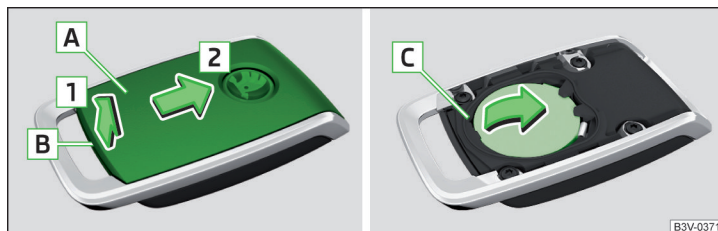

Fig. 322 Abrir la tapa / Extraer la pila
- Con un destornillador plano y delgado aflojar la tapa (A) en el área (B) » fig. 322.
- Abrir la tapa en el sentido de la flecha (1) y retirarla en el sentido de la flecha (2).
- Aflojar la pila con el destornillador en el área (C) y cambiarla.
- Colocar la tapa contra el sentido de la flecha (2) y presionarla hasta que se oiga que encaste.